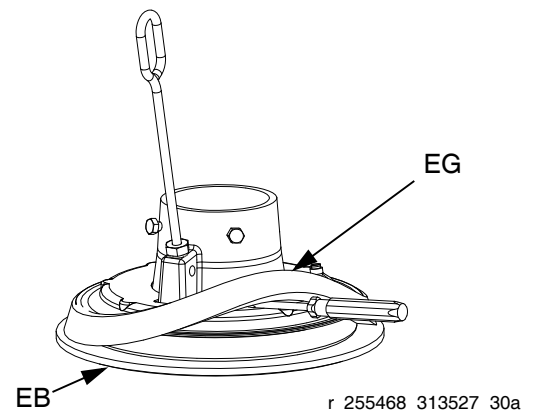

FIG. 11
1. *Lavorando dal basso*, utilizzare un cacciavite per allentare il distanziale (EG). Spostare il distanziale verso l'alto, completamente al di sopra della flangia della piastra. Vedere la FIG. 11.